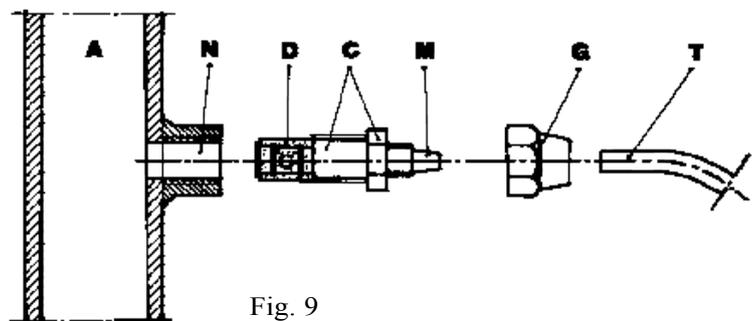

Fig. 9
g. - Instalar na tubulação do sistema a ser tratado, no ponto mais adequado para injeção do produto a ser dosado, uma luva 3/8" gás fêmea. Tal luva não é inclusa no nosso fornecimento. Instalar a válvula de injeção na luva, utilizando como vedação fita de Teflon (Fig. 9). Conectar a mangueira no espigão cônico da válvula de injeção e travá-la com a respectiva porca-trava G. A válvula de injeção é também válvula anti-retorno.
### 3.1 - ESQUEMA DE MONTAGEM DA VÁLVULA DE INJEÇÃO (Fig. 9)